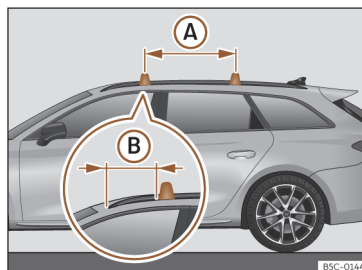

Fig. 202 Pontos de fixação das barras transversais para o porta-bagagens no tejadilho (Leon Sportstourer).
Válido para Leon Sportstourer: As barras transversais montam-se nas barras laterais do tejadilho >>> **Fig. 202.** A distância entre barras transversais (A) deverá ser 75 cm e a distância